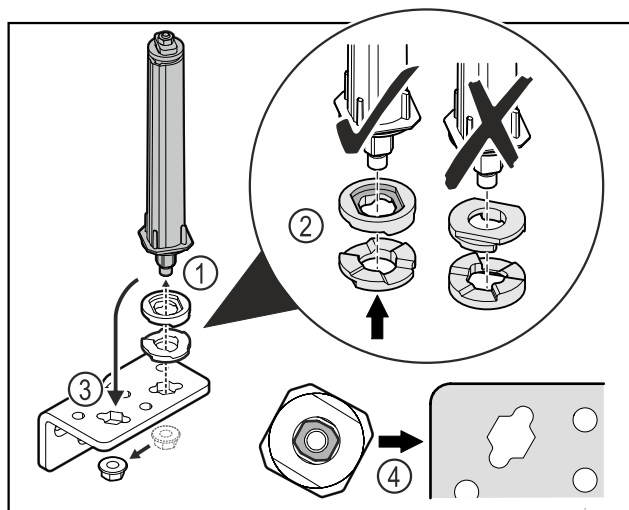

Fig. 26
- ▶ Løsn møtrikken, og fjern dørlukkesystemet Fig. 26 (1).
- ▶ Vær opmærksom på, at højdeindstillingsskiverne vender korrekt Fig. 26 (2).
- ▶ Flyt lukkesystemet i hængselvinklen, og fastgør med møtrikken Fig. 26 (3).
- ▶ Vær opmærksom på, at dørlukkesystemet vender korrekt, når det sættes i Fig. 26 (4).